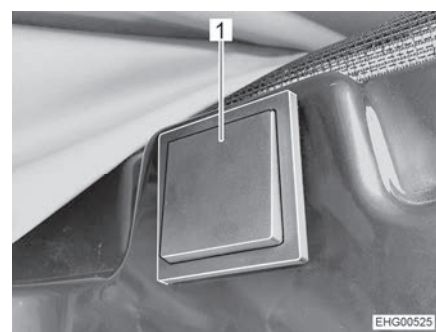

Fig. 88 Touche pour le déverrouillage électrique
La touche de déverrouillage électrique (Fig. 88) est placée du côté droit dans la zone au-dessus de la porte coulissante.
- Appuyer pendant au moins 2 secondes sur la touche (Fig. 88,1).